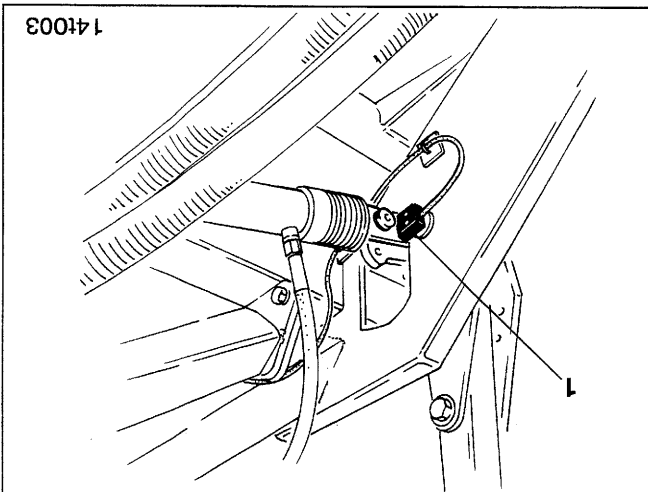

Fig. 26.8
- avec traceurs (Mode 1-3) au moment de l'inversion des traceurs par des capteurs (fig. 26.8/1) fixés sur les bras des traceurs.